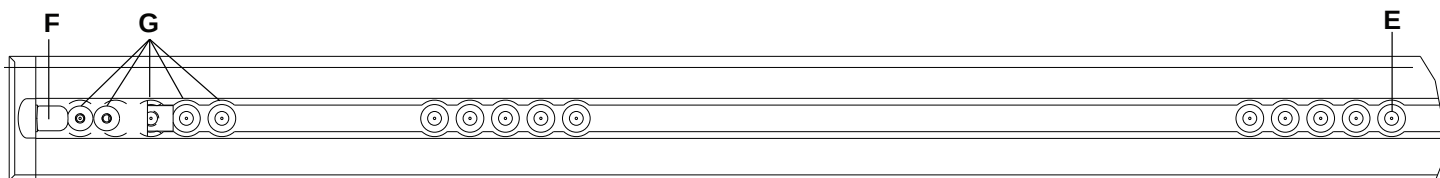

Figura 16 – Posizione localizzatore piastra a pavimento - lato piedi
Nota - Se in precedenza è stata installata la piastra a pavimento senza il cavo di ancoraggio al veicolo, misurare 3 o 7 pollici (7,6 cm o 17,8 cm) verso il lato testa dalla posizione E del localizzatore (Figura 16). Marcare la posizione al centro del canale. Questa sarà la posizione di ingresso elettrico. Vedere il Manuale di installazione della piastra a pavimento Stryker (6390-109-020) per istruzioni sul collegamento elettrico.
Nota - Il gancio di sicurezza (F) e le posizioni dei fori di montaggio supplementari (G) sono illustrati solo a titolo di riferimento (Figura 16). Non servono per l'installazione del sistema **Performance-LOAD**.